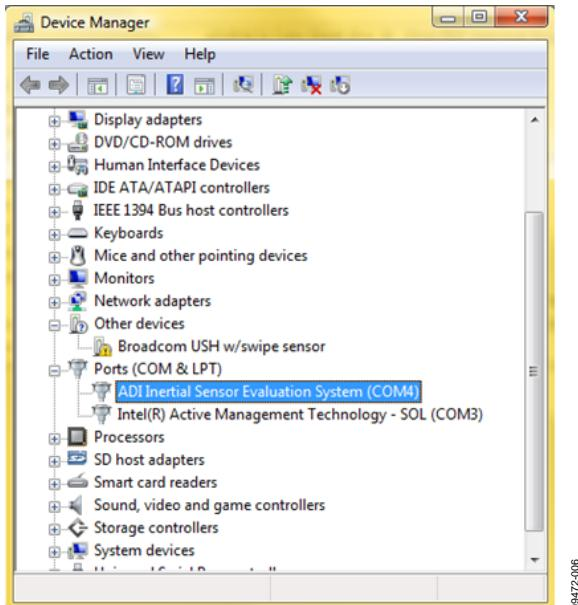

図6. デバイス・マネージャで表示される COM ポート番号
2. Tasks 下の Device Manager を選択します。Windows Vista ではこのパネルへのアクセス許可や管理者権限が必要になる場合があります。このステップを実行すると、図 6 のようなウィンドウが表示されます。
Device Manager は図 6 のようなウィンドウで表示されます。